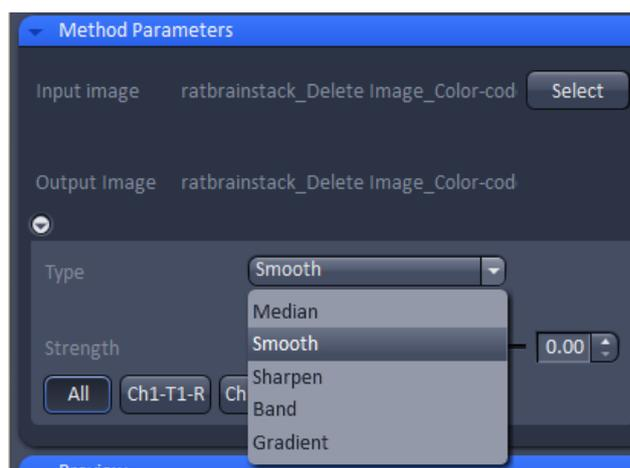

Fig 86 Filter Type 下拉菜单选项
- 在图像选择界面中点击Select按钮，导入当前图像窗口中打开的图像，其文件名自动出现在Input image右侧 (Fig. 86)。